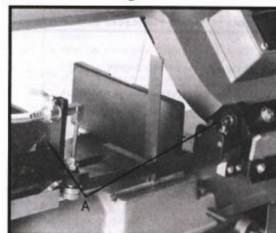

Fig. 6
2. Połóż kątownik maszynowy na stole obok ostrze jak pokazano na rys. 6.